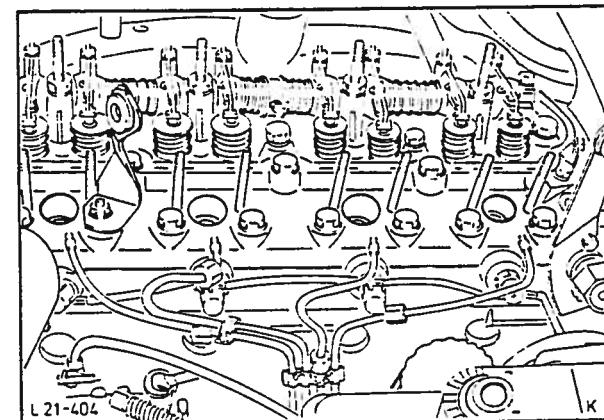

Fig. 108 Demontering av innsprøytningsdysene.
10. Demonter innsprøytningsdysene (2 bolter på hver), fig. 108 samt glødepluggene.